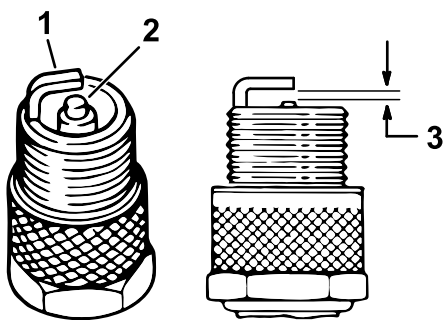

Figura 41
4. Compruebe el estado del electrodo lateral, el electrodo central y el aislamiento del electrodo central para verificar que no están dañados (Figura 41).
5. Ajuste la distancia entre los electrodos central y lateral a **1 mm (0.04") en modelos EFI o 0.76mm (0.03") en modelos con carburador**, como se muestra en la Figura 41.